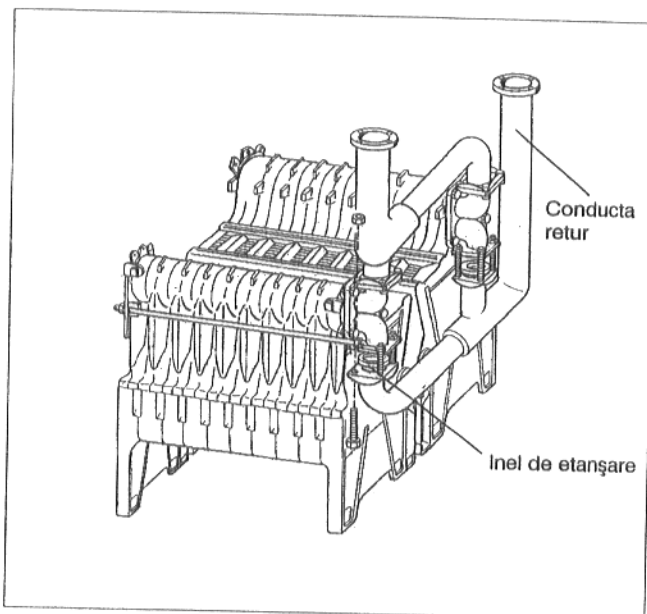

Fig. 11: Versiunea clapă de ștrangulare cu inele
- Conducta returului se va înșuruba ușor (diagonal cu 1 sau 2 șuruburi și piulițe) la flanșa de legătură (Fig. 11)
- Inelele de etanșare se vor depune pe flanșele conductei returului (Fig. 11).